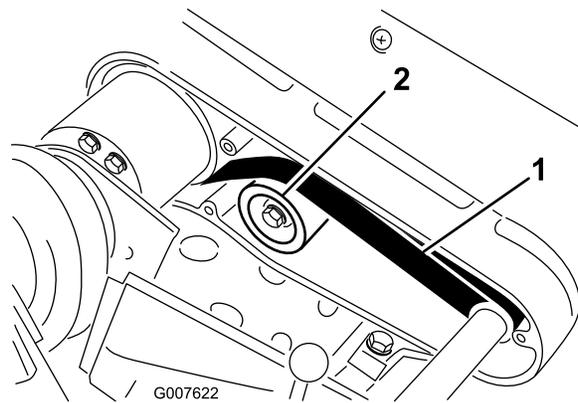

Figura 32
2. Verifique a tensão pressionando a correia a meio curso entre as polias (Figura 32) com uma força de 2,3 a 2,7 kg. A correia deverá flectir-se 6 mm.
A. Desaperte a porca de montagem da polia intermédia e incline-a para o lado de trás da correia até que obtenha a tensão desejada da correia (Figura 32).